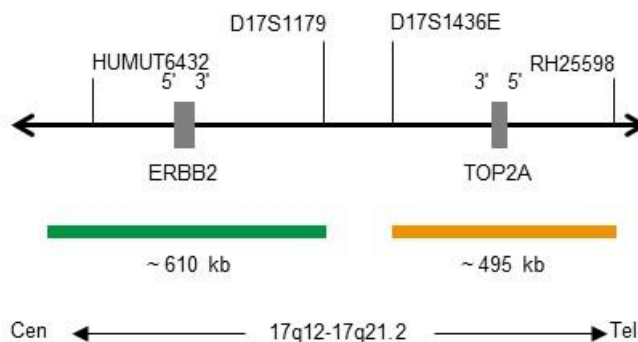

Abb. 1: SPEC ERBB2/TOP2A Sondenlokalisation (nicht maßstabsgetreu)
- ZyGreen (Anregung 503 nm/Emission 528 nm) markierten Polynukleotiden (~10,0 ng/μl), die gegen Sequenzen in 17q12-q21.1* (chr17:37,572,531-38,181,308) gerichtet sind, welche die ERBB2-Genregion enthalten (siehe Abb. 1).
- ZyOrange (Anregung 547 nm/Emission 572 nm) markierten Polynukleotiden (~4,5 ng/μl), die gegen Sequenzen in 17q21.1-q21.2* (chr17:38,323,741-38,818,030) gerichtet sind, welche die TOP2A-Genregion enthalten (siehe Abb. 1).